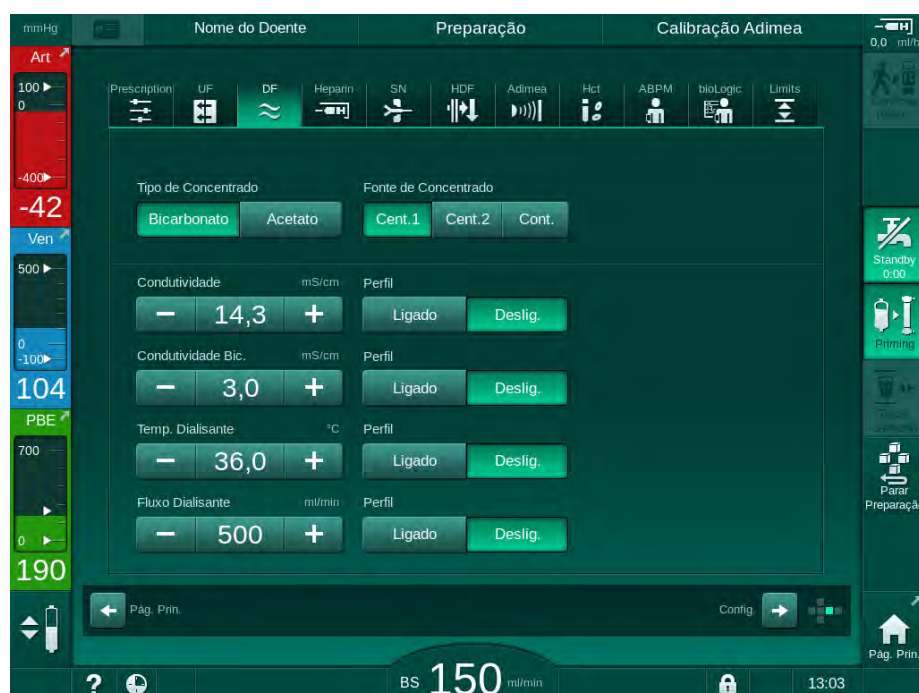

Fig. 5-17 Parâmetros DF no ecrã *Entrada*
1. Selecionar *Perfil*, *ON* para o respetivo parâmetro no ecrã de parâmetros DF (Fig. 5-17 Parâmetros DF no ecrã Entrada (117)).